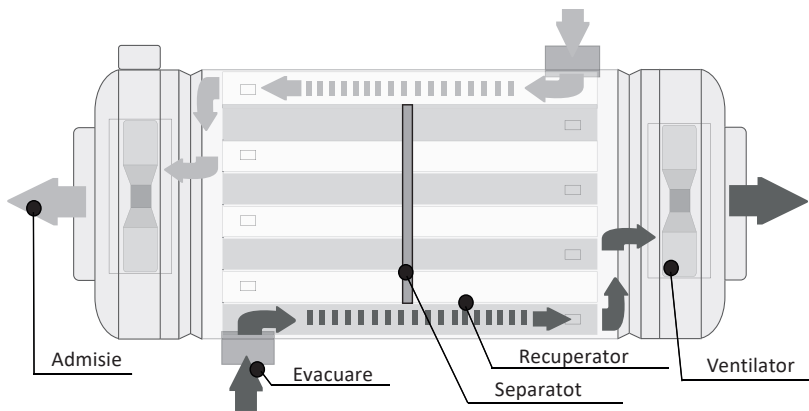

Fig. 1a. Diagrama debitului de aer pentru sistemele tip «AB» cu admisie centrală și evacuare pe 2 canale .
- «AB» -pentru amplasare simpla (în spațiul dintre plafon și tavanul suspendat) cu o intrare centrala și 2 canale de evacuare (Fig.1a).